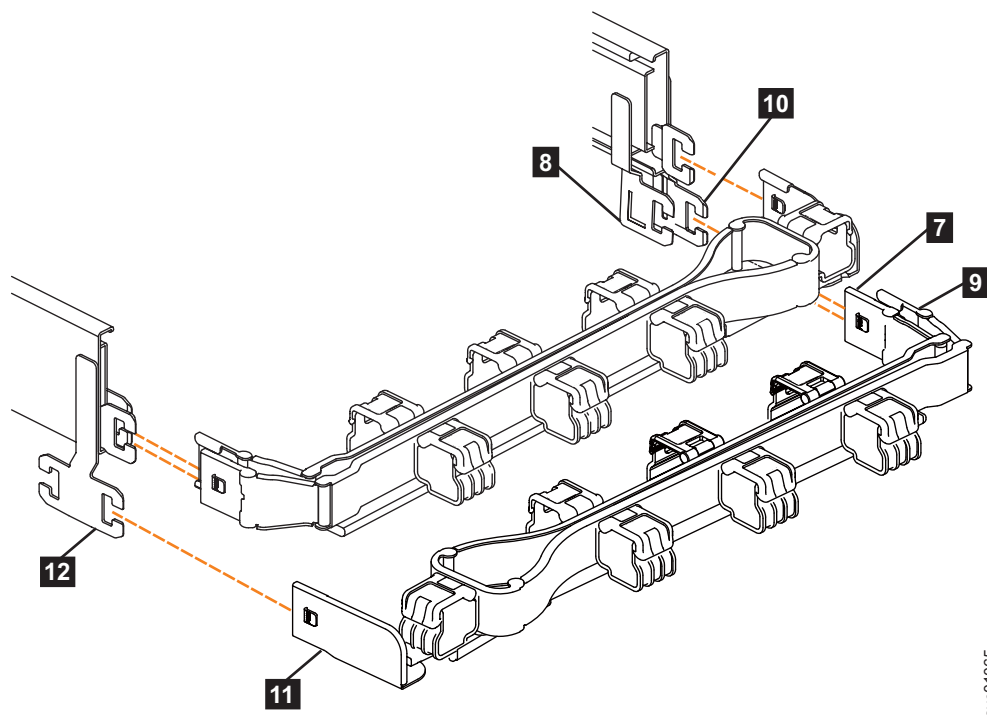

Figure 77. Comparaison de l'emplacement des composants des assemblages CMA
Remarque : La procédure de fixation de l'assemblage CMA inférieur est identique à la procédure de fixation de l'assemblage CMA supérieur. Cependant, les emplacements des connecteurs sont inversés. A titre de comparaison, la figure 77, à la page 87 représente les assemblages CMA supérieur et inférieur lorsqu'ils sont alignés sur les glissières de support. Le connecteur de la glissière de support du CMA supérieur se fixe à la glissière droite. Le connecteur de la glissière de support du CMA inférieur **11** se fixe à la glissière gauche.
5. Installez le connecteur interne de l'assemblage CMA inférieur (**7**) sur l'élément interne de la glissière de support droite (**8**), comme illustré dans la figure 77).
6. Installez le connecteur externe de l'assemblage CMA inférieur (**9**) sur le membre externe de la glissière de support droite **10**, comme illustré dans la figure 77.
7. Fixez le connecteur de la glissière de support sur l'assemblage CMA inférieur (**11**) au connecteur sur la glissière de support gauche (**12**), comme illustré dans la figure 77. Assurez-vous que l'assemblage CMA inférieur est bien fixé aux crochets de l'extrémité des glissières de support.